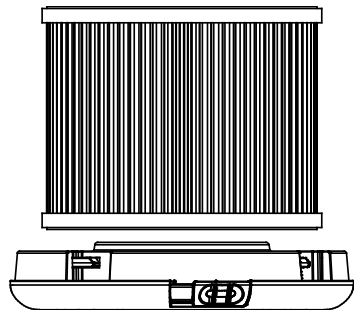

Abb. 2
4. Den integrierten Filter (7) aus dem Behälter (8) entfernen. Darauf achten, dass das Gerät nicht umgestoßen wird (Abb. 2).
5. Einen neuen Filter in den Behälter (8) legen. Schutzfolie vom neuen Filter entfernen, falls vorhanden.
6. Den Deckel (5) auflegen und mit dem Schieber (6) sperren.